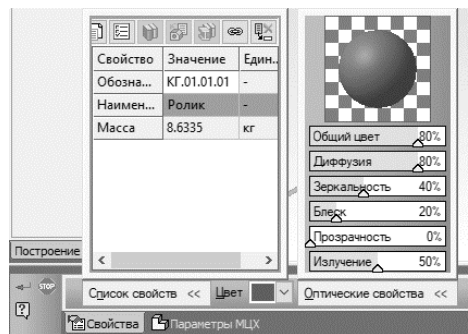

Рис. 4. Свойства модели
1.1.2 На Панели свойств выберите поле **Обозначение** и введите туда обозначение документа по ГОСТ 2.201-80 (например, **КГ.01.01.01**) (рис. 4).
1.1.3 В поле **Наименование** введите название детали (например, «Ролик») (рис. 4).
1.1.4 Раскройте список **Цвет** и выберите цвет детали (рис. 4).